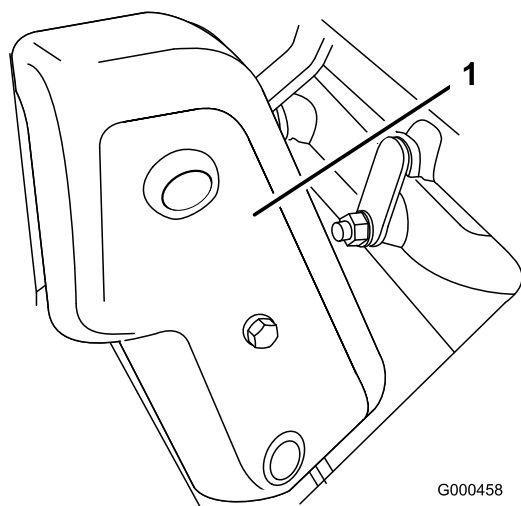

Figura 36
1. Togliete i dispositivi di fissaggio del paracinghia e il paracinghia per accedere alla cinghia (Figura 36).